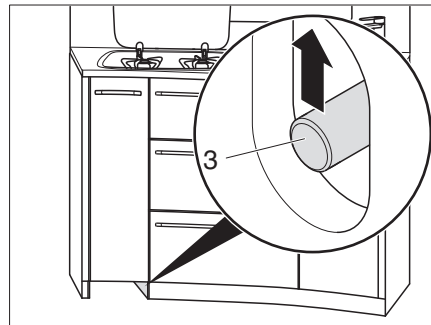

Fig. 126 Sbloccare i cassetti della cucina
- Spingere l'asta di spinta (Fig. 126,3) verso l'alto.